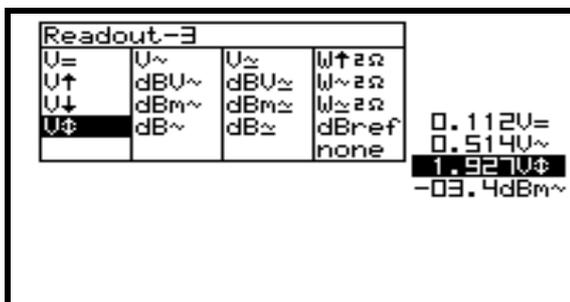

Fig 19
6. Prima as teclas de deslocamento para destacar a função pretendida para o medidor 3. (**Fig. 19**)